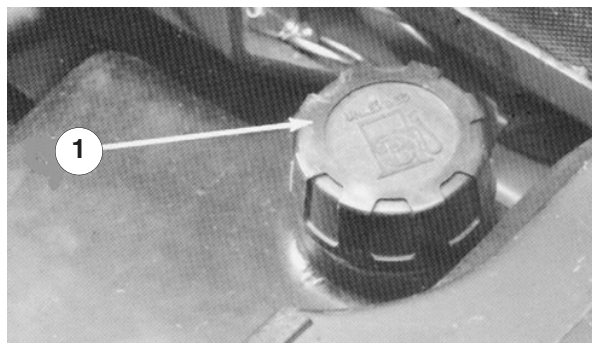

Figure 5
1. Basculez le siège en avant et bloquez-le avec la béquille pour l'empêcher de retomber accidentellement. Nettoyez la surface autour du bouchon du réservoir de carburant avec un chiffon propre (Fig. 5).